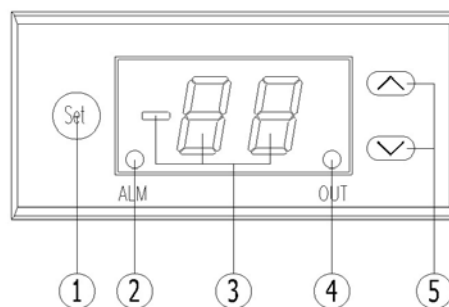

图5.2 数显温控器
模拟温控器结构如图 5.2：①设置键，②报警指示灯（报警时闪烁），③数码显示屏，④温控输出指示灯（有输出时亮），⑤调整键。
- 按一下设置键①，显示屏显示当前的设定温度值。
- 按调整键⑤调整您需要设定的温度。
- 持续按设置键① 5 秒，显示屏显示 HC。
- 按调整键⑤直到显示屏显示 HS。
- 按调整键⑤直到显示屏显示 LS。